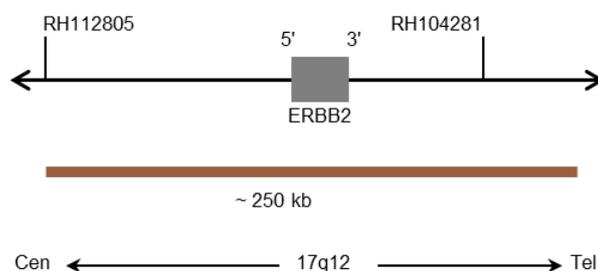

Abb. 1: SPEC ERBB2 Sondenlokalisierung (nicht maßstabsgetreu)
- Digoxigenin-markierten Polynukleotiden (~1,8 ng/µl), die gegen Sequenzen in 17q12* (chr17:37,725,661-37,973,541) gerichtet sind (siehe Abb. 1).